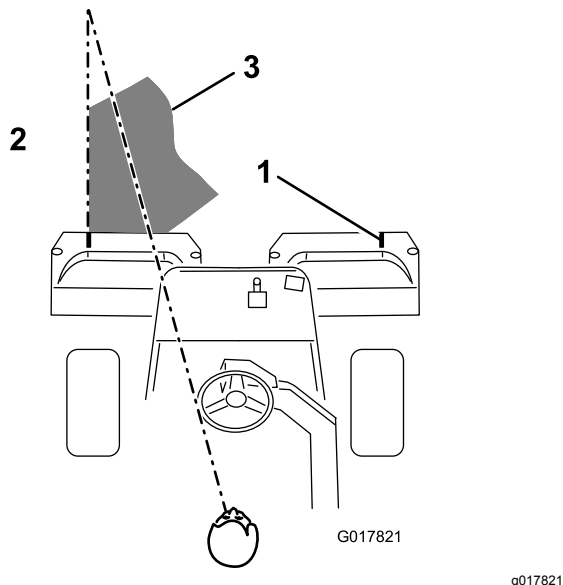

Figura 41
3. Sobreponha uma quantidade mínima com o corte anterior nas passagens adicionais. Para cortar em linha reta ao longo do relvado e de modo a conseguir manter uma distância equitativa entre a extremidade da zona de corte anterior, estabeleça uma linha imaginária de aproximadamente 1,8 a 3 metros à frente da máquina até a extremidade da zona por cortar (**Figura 41**). Alguns utilizadores acham útil incluir a borda exterior da roda motriz na linha imaginária; por exemplo, mantenha a extremidade da roda motriz alinhada com um ponto que se mantém sempre à mesma distância da dianteira da máquina (**Figura 41**).